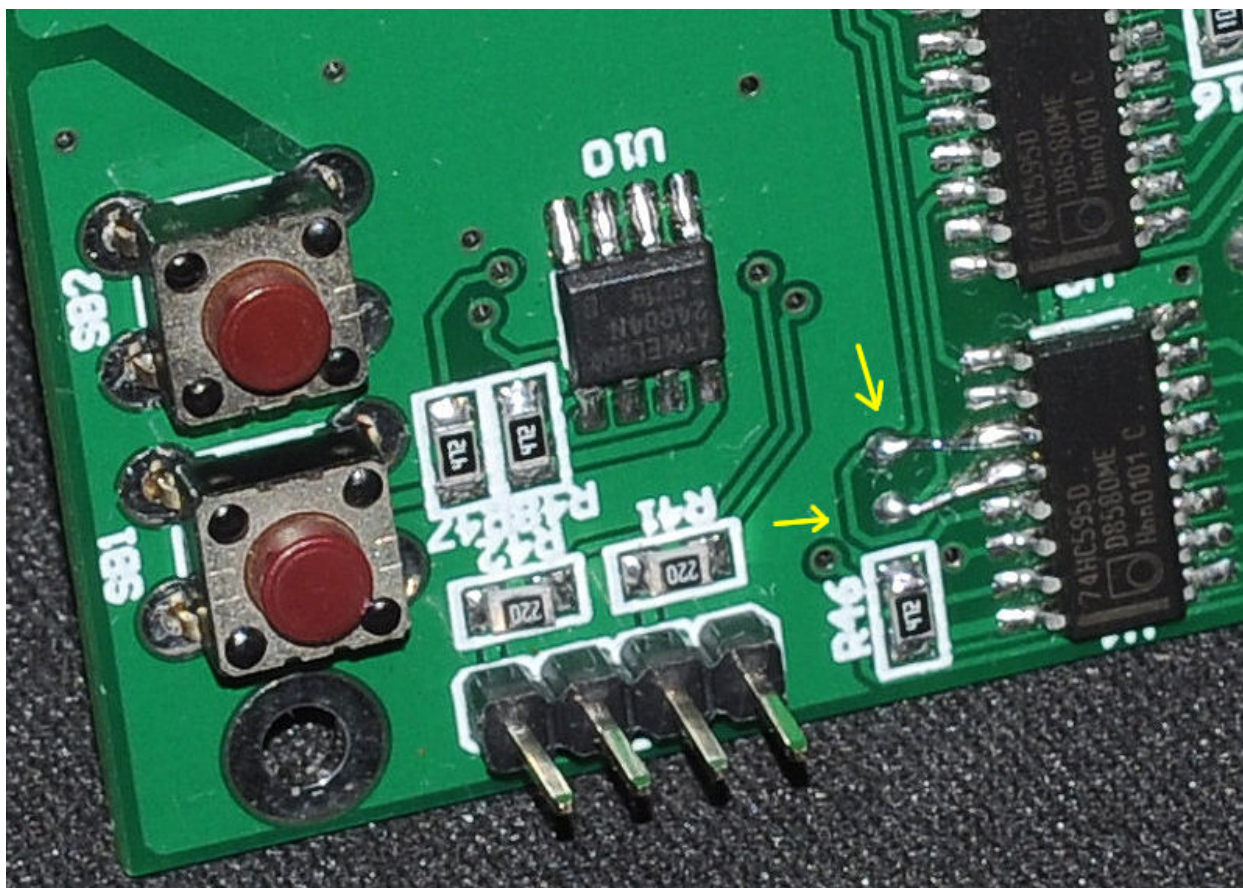

Рис. 1.
1. В схеме передней панели ошибка – перепутаны выводы 11 и 12 регистра U4. Исправляется перемычками, рядом находятся нужные переходные отверстия (рис. 1). Перед установкой перемычек дорожки выводов 11 и 12 обрезаются.